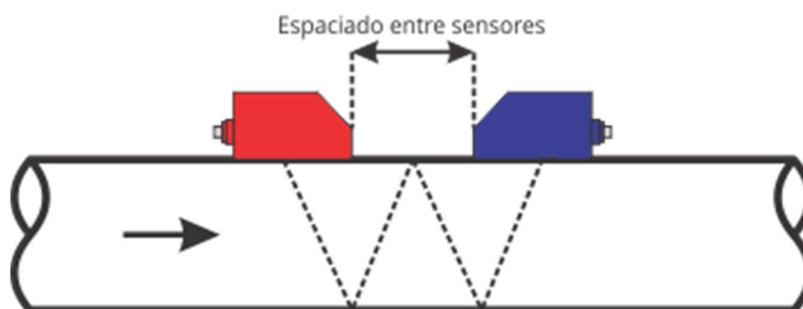

Figura 4.1. Método de instalación W
**Método W:** Si el diámetro de la cañería se encuentra en el rango de **15-100 mm**, la configuración que debe utilizar es la W, tal como muestra la Figura 4.1